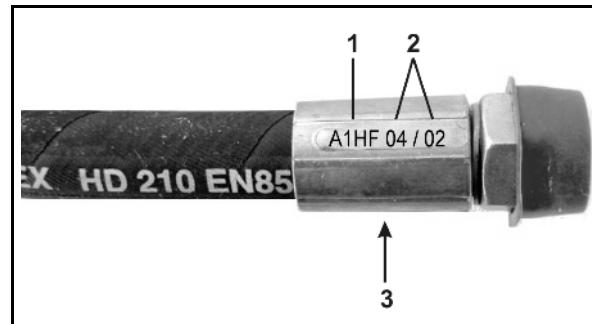

図 106
4. 蝶ナット(図106/1)を外した後、設定レバー(図106/2)はストッパー(図106/3)で止まらなければなりません。
→ この位置では、レバー位置用の読み取りエッジ(図106/4)は、目盛りで値「11」を示さなければなりません。
値が異なる場合には、接続ロッド(図106/5)を回してストッパー(図106/3)の位置を適切に変更します:
6. 接続ロッド(図106/5)のロックナット(図106/6)を外します。
7. ストッパー(図106/3)が設定レバー(図106/2)の位置になるまで、接続ロッドを回します。